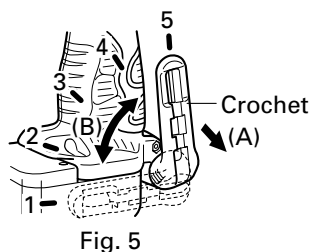

Fig. 5
(1) Ouverture du crochet
- (a) Tirer le crochet vers soi dans le sens de la flèche (A), et le tourner dans le sens de la flèche (B) (Fig. 5).